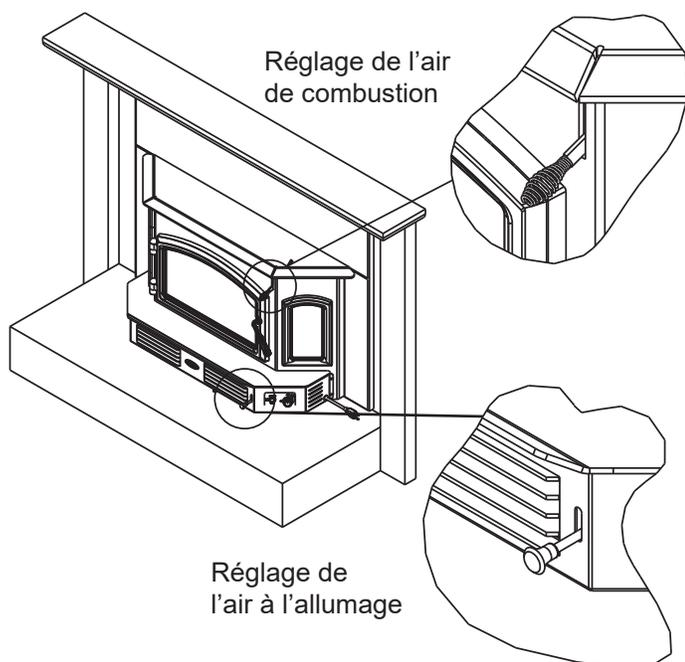

Figure 13.1 - Réglages de l'air à l'allumage et de combustion
- Glissez la commande de réglage de l'air à l'allumage entièrement vers l'arrière jusqu'à la butée, puis tirez-la vers l'avant jusqu'à la butée (**Figure 13.1**).
- Le feu est alors contrôlé par le réglage de l'air de combustion (**Figure 13.1**).
- Poussez en arrière le réglage de l'air à l'allumage à 9,5 mm (3/8 po) pour permettre à l'air d'entrer dans la boîte à feu (**Figure 13.1**).
- Activez ensuite le système de minuterie ACC en poussant le bouton en position élevée, complètement vers l'arrière de l'appareil, puis ramenez-le vers l'avant de l'appareil jusqu'à ce que le bouton s'arrête (**Figure 13.1 à la page 13**).